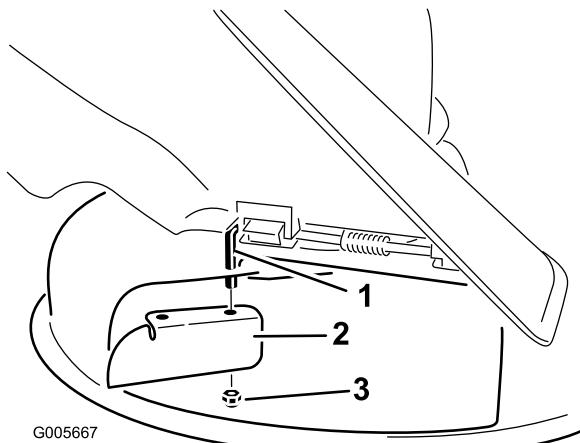

Figure 14
- Montez le déflecteur d'ouverture sur la tige de pivot exposée (Figure 14).
- Enlevez le déflecteur d'ouverture du plateau de coupe (Figure 14).